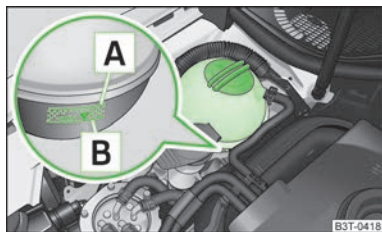

Fig. 143
Para rellenar recomendamos utilizar solamente aquel líquido refrigerante cuya designación se encuentra en el depósito de expansión del refrigerante » fig. 143 de la página 182.
- Comprobar el nivel de líquido refrigerante en el depósito de expansión del mismo » fig. 143. Con el motor frío, el nivel de líquido refrigerante debe encontrarse entre las marcas **B** (mín.) y **A** (máx.). Con el motor caliente, el nivel puede sobrepasar también ligeramente la marca **A** (máx.).
- Colocar un trapo sobre el tapa de cierre del depósito de expansión de líquido refrigerante » fig. 143 de la página 182 y desenroscar el tapón **con cuidado**.
¡No rellenar el depósito de líquido refrigerante por encima de la marca **A** (máx.) » fig. 143 de la página 182! El líquido refrigerante excedente es expulsado del sistema de refrigeración a través de la válvula de sobrepresión situada en el tapón de cierre del depósito de compensación del refrigerante al calentarse.